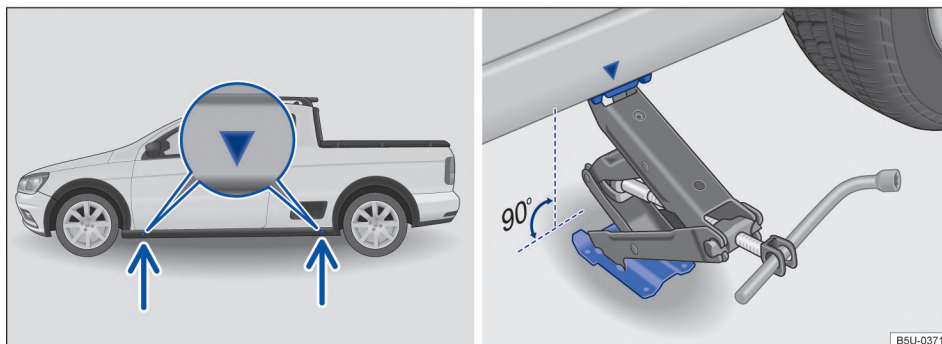

Fig. 205 Puntos de apoyo del gato y gato posicionado atrás en el lado izquierdo trasero del vehículo.
El gato únicamente puede ser posicionado en los puntos de apoyo indicados (marca en la carrocería) → **fig. 205**. Es válido el punto de apoyo ubicado próximo a la rueda correspondiente → ⚠.
7. Buscar debajo del vehículo el punto de apoyo del gato → **fig. 205** más próximo a la rueda que se debe cambiar.
9. Garantizar que la base del gato, con toda su superficie, esté sobre el piso y que la base se encuentre perpendicularmente por debajo del punto de colocación → **fig. 205**.
10. Alinear el gato y, simultáneamente, levantar la garra del gato hasta que se encaje en el travesaño debajo del vehículo → **fig. 205**.
- Posicionar el gato únicamente en los puntos indicados. La garra del gato debe encajarse en el perfil del larguero de forma segura → fig. 205.